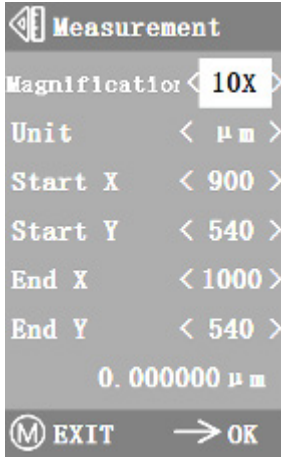

Abbildung 5-9
- Rufen Sie das Menü Messung auf. Wählen Sie die Messvergrößerung, stellen Sie den Anfangs- und Endpunkt ein, und die Messlänge wird unten in Echtzeit angezeigt, wie in Abbildung 5-9 dargestellt